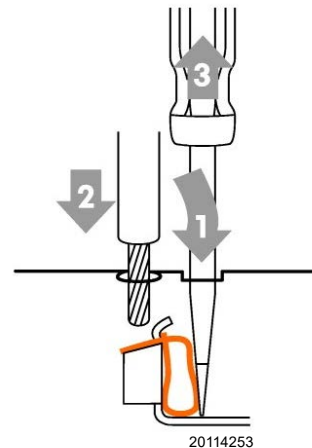

Abb. 28
Öffnen Klemmentyp "B" (Abb. 28)
- Führen Sie das vorher von der Isolierung befreite Kabel ein und ziehen Sie den Schraubenzieher heraus. Vergewissern Sie sich, dass das Kabel richtig befestigt ist Abb. 28.